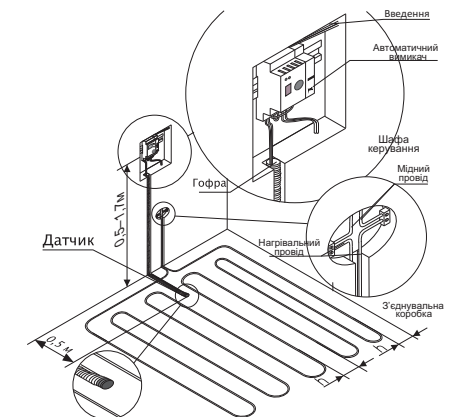

Рисунок 1.
- виконати з'єднання згідно даного паспорту (рис. 1).